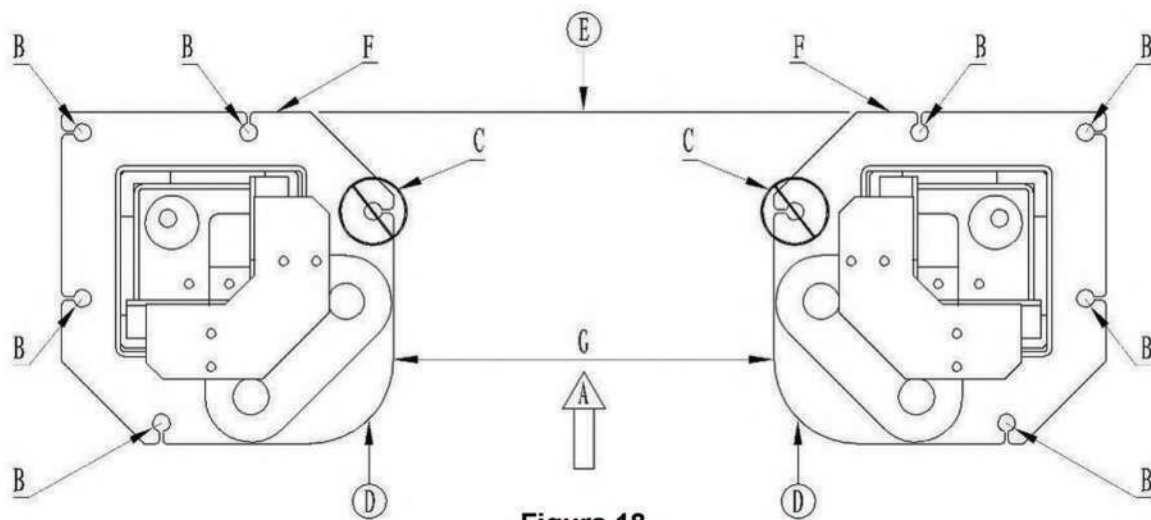

Figura 18
b) Configure a coluna. (Figura 18)